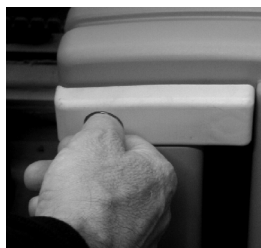

Fig.1
- 1) inserire la chiave in dotazione nella serratura (fig. 1), girarla in senso orario e tirare la maniglia di sblocco verso l'esterno (fig. 2);